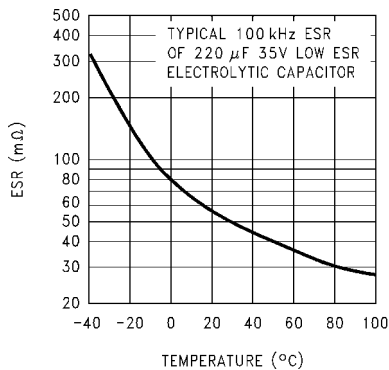

FIGURE 18. Capacitor ESR Change vs Temperature
- 25 以下の温度では、電解コンデンサは推奨できません。低温では、ESR が急激に上昇し、- 25 では 3 倍に、- 40 では 10 倍にもなります。Figure 18 の曲線を参照して下さい。